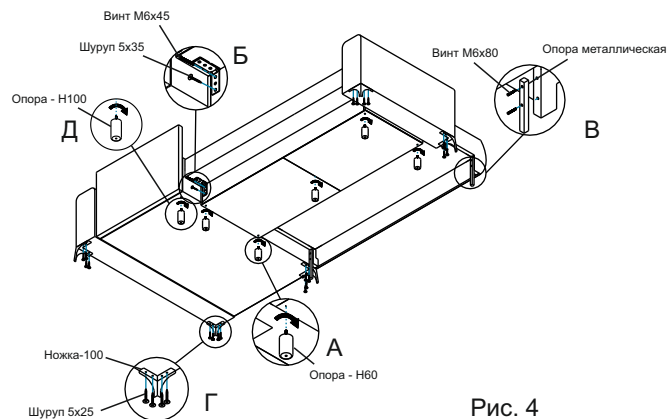

Рис. 4
- ← ввернуть опору - Н60 (Рис. 4А)
- ← прикрутить опоры металлические при помощи винтов (Рис. 4В)
- ← установить ножку - 100, прикрутить шурупы в отверстия (Рис. 4Г)
- ← ввернуть опору - Н100 (Рис. 4Д)
- ← присоединить спинку шарнирными петлями к основанию (Рис. 4Б)